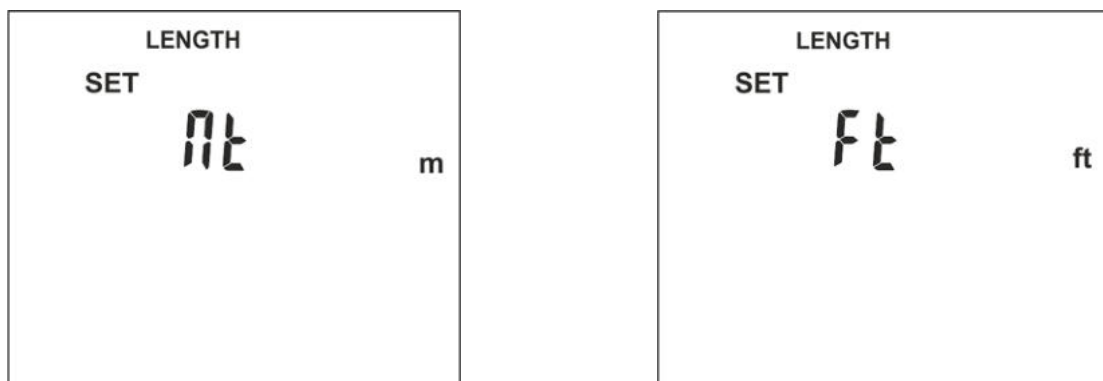

Fig. 6: Impostazione unità di misura lunghezza
1. Tenendo premuto il tasto **L/W** accendere lo strumento premendo il tasto . Lo strumento presenta la videata di Fig. 6 – parte sinistra